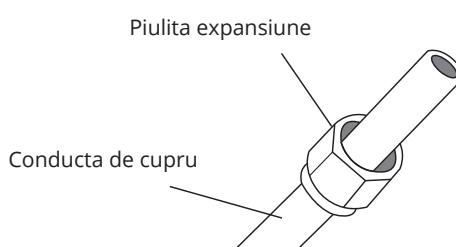

Fig. 7.3
- Montati piulitele de expansiune la ambele capete ale conductei. Verificati daca piulitele se afla in pozitie corecta, intrucat nu le mai puteti schimba dupa expansiune (fig. 7.3).